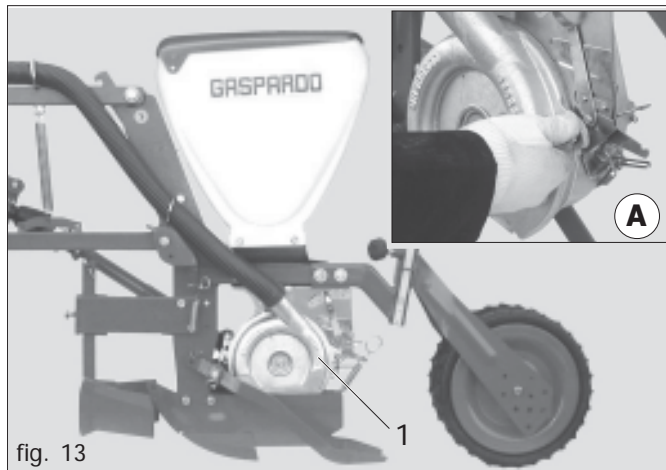
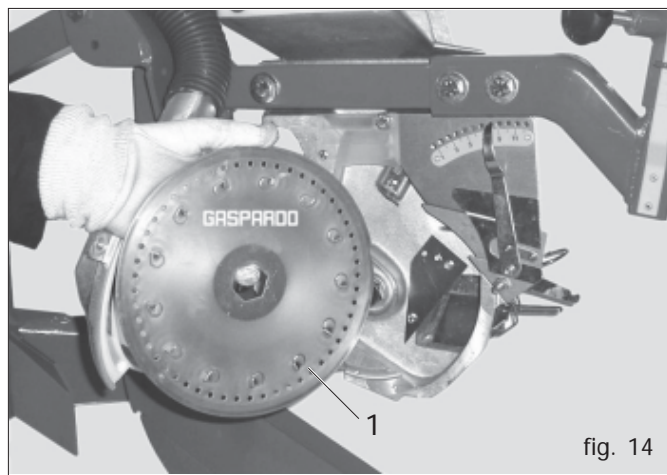

fig. 13
fig. 14
All'interno dei distributori (1 Fig. 13) va montato un disco (1 Fig. 14) scelto in funzione della dimensione del seme (il seme non deve poter entrare nel foro).
- Il disco deve essere montato con i piolini (1 Fig. 14) rivolti all'interno del distributore.
- Serrare il dado ad alette di chiusura coperchio solamente con le mani (A Fig. 13).
- 4) Svitare e togliere il dado ad alette (A Fig. 13);